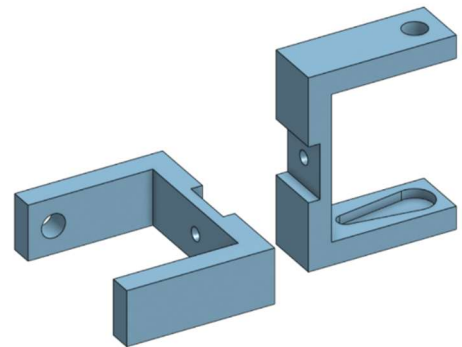

Figure 2
Au niveau de la fixation de ces deux nouvelles pièces, j'ai prévu un assemblage à « mi-bois » (*Figure 2*) pour bien les solidariser entre elles.
- Deux « U » (*Figure 2*)
- L'épaisseur des « U » (*Figure 2*) était trop fine. Donc pour éviter que la structure se brise sous les contraintes imposées par le poids du quadrupède, j'ai presque doublé l'épaisseur (passage de 3mm à 5mm).